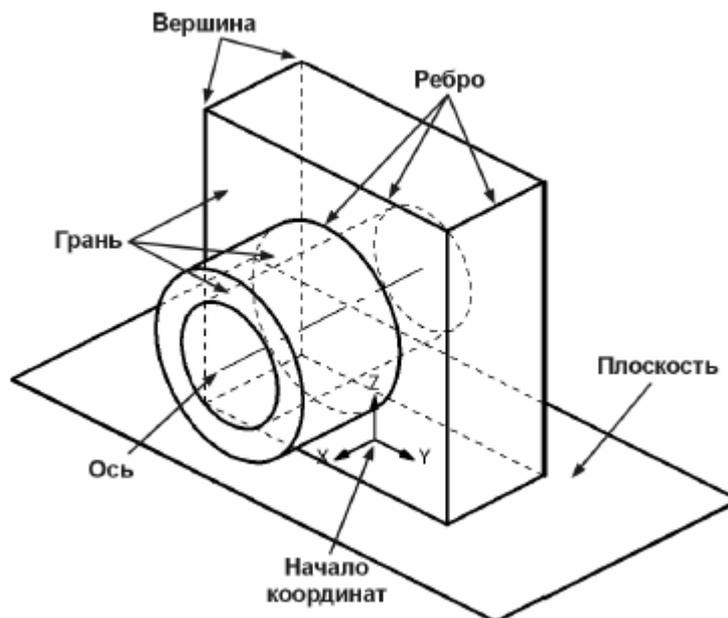

Рисунок 0.2
**Грань** – гладкая (необязательно плоская) часть поверхности детали, ограниченная линиями перехода к другим граням (Рисунок 0.2). Линии перехода являются местом нарушения гладкости поверхности тела. Гладкая поверхность (грань) в КОМПАС-3D образуется формообразующим движением одной элементарной линии: отрезком прямой, дугой окружности или эллипса, участком кривой Безье. Гладким, с точки зрения математики, в КОМПАС-3D является участок поверхности, в каждой точке которого любой плоский контур на поверхности имеет в любых двух бесконечно близких точках равные значения кривизны и одинаковые направления главной нормали.